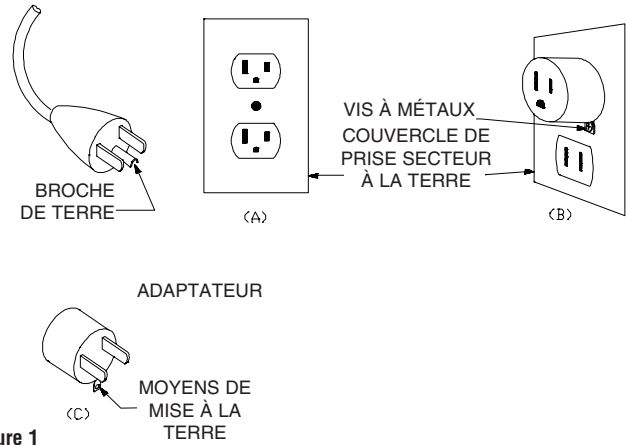

Figure 1
10. Certains modèles sont fournis avec une fiche d'alimentation à trois lames pour liaison de terre (Voir la Figure 1). Si la fiche d'alimentation fournie a une borne de terre, connectez-la uniquement dans une prise secteur reliée à la terre.
1. Les radiateurs sont fournis avec un cordon flexible terminé par une fiche d'alimentation à 2 lames (comme montré en Figure 1) et un interrupteur M/A intégré. Ce chauffage n'est prévu que pour du secteur 120 V CA.
2. Un adaptateur, comme montré en C sur la Figure 1, est disponible pour brancher la fiche avec terre à trois lames dans des prises à deux fentes. La fiche de mise à la terre sortant de l'adaptateur doit être reliée à une terre permanente comme celle d'une prise secteur correctement mise à la terre. L'adaptateur ne doit pas être utilisé si une prise secteur à trois fentes est disponible.